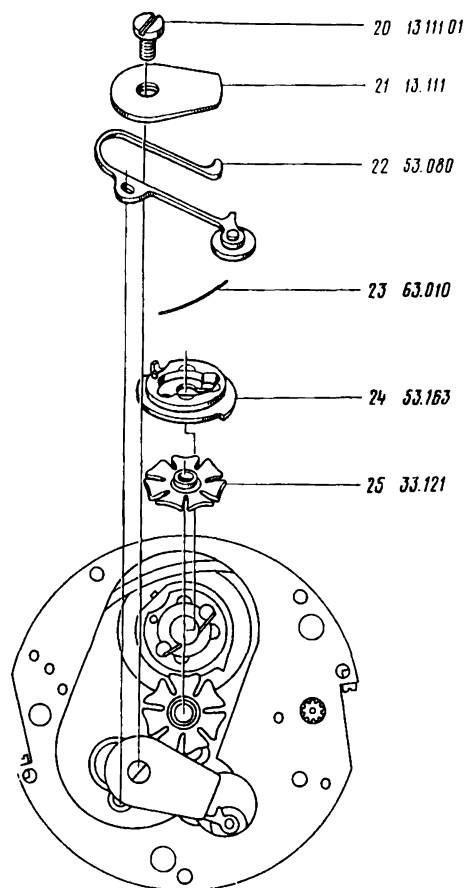

Рис. 121
24. Снять винт 20 пластины фиксатора чисел месяца (рис. 121)